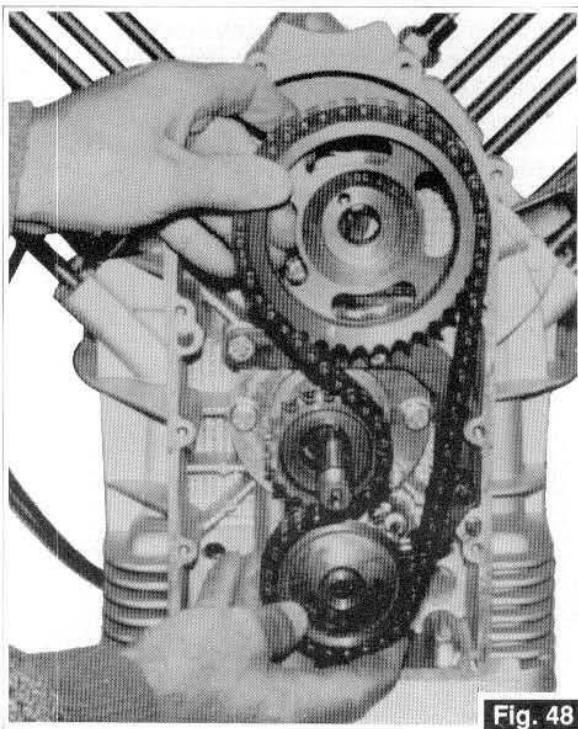

Fig. 48
- Après avoir dévissé l'écrou de fixation engrenage de commande pompe à huile, sortez la triade d'engrenages avec la chaîne (Fig. 48).
- Nachdem man die Befestigungsschraube des Steuerzahnrades für die Ölpumpe gelockert hat, das Dreierbündel der Zahnräder gemeinsam mit der Kette (Abb. 48) herausziehen.